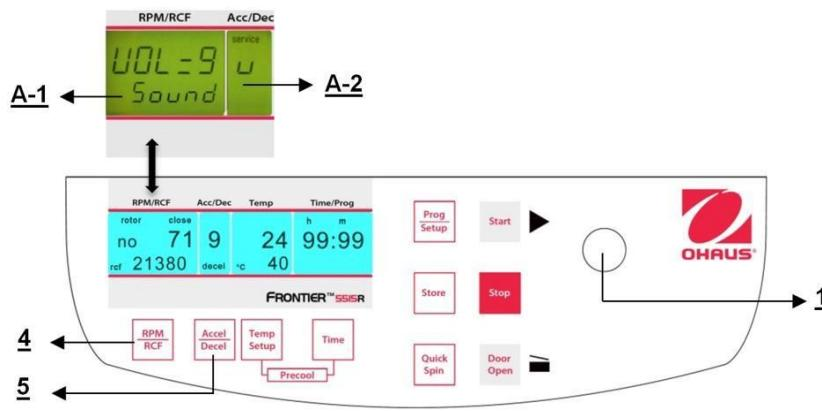

Figure. 34
Poursuivre conformément à la description du paragraphe 4.1.2 pour entrer dans ce mode de programme et appuyer ensuite sur la touche "Accel/Decel" (5). Sur l'affichage "Acc/Dec" (A-2), le mot "Service" clignote. Sélectionner maintenant la lettre "U" avec le bouton de réglage (1). Ceci entraîne l'apparition des mots "Vol=0-9/Sound" sur l'affichage "RPM | RCF" (A-1). Après avoir appuyé sur la touche "RPM | RCF" (4), l'utilisateur peut régler le volume désiré entre 0 (faible) et 9 (fort) avec le bouton de réglage (1) (voir la figure 34).